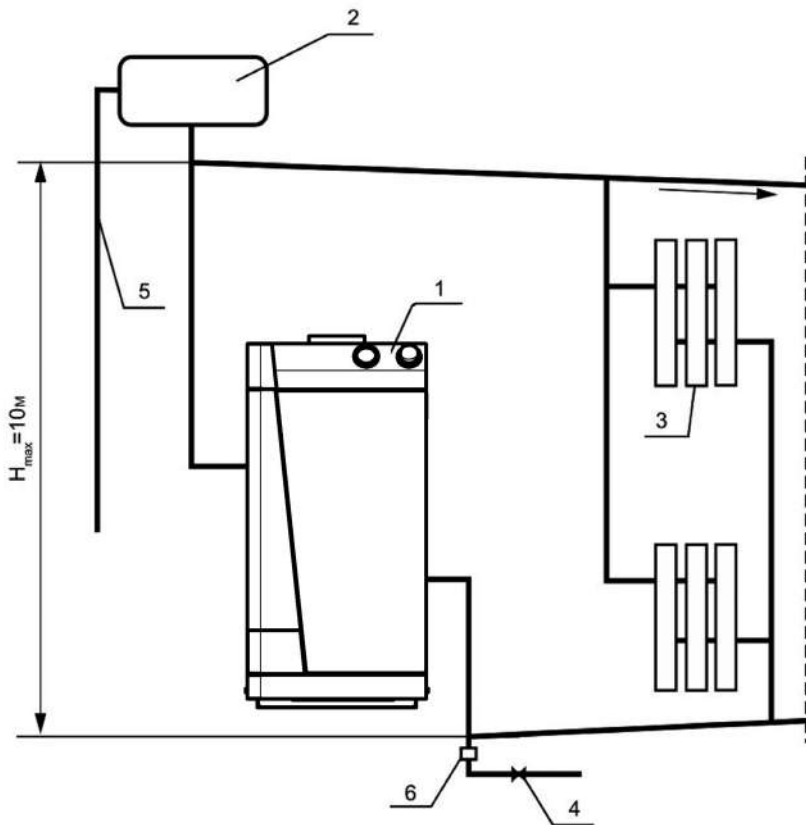

Рис. 2.
- 6.7. Р сширительный б чок уст н влив ется в верхней точке гл вного стояк , в от плив - емом помещении. З прец ется уст н влив ть вентиль н сигн льной трубе (см. рис. 2, 3).